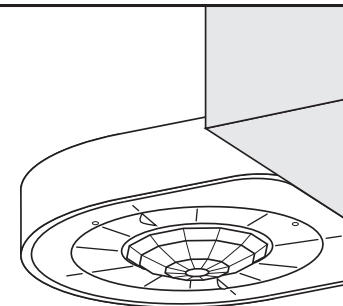

Figura 2A
- Cuando la fotocélula está hacia arriba, está típicamente apuntando hacia una claraboya. Sólo detectará la luz del día. Habrá poca o ninguna contribución de las luminarias. El gráfico en la figura 2A sigue el valor de la fotocélula lineal a través del día. Se asume que esto es en un día despejado donde el aumento y la disminución de luz del día es relativamente lineal. En el lado izquierdo del gráfico empieza la noche y muestra un nivel de lectura muy bajo. Al amanecer, el nivel empieza a aumentar. En un cierto punto, basado en el ajuste del punto de inicio, las luces se apagarán ya que hay suficiente luz de día. La lectura de la fotocélula empezará a disminuir cerca del mediodía hasta que el nivel empareje el punto del disparador, luego las luces volverán a encender.